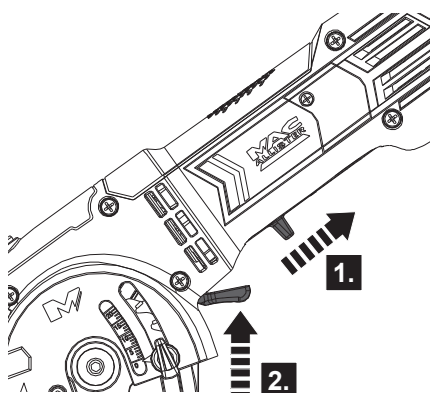

Fig. 8
- > Puxe o interruptor de ligado/desligado (2) e espere até que a lâmina de serra atinja a velocidade máxima (Fig. 8, passo 1).
- > Pressione o interruptor de bloqueio de segurança (3) para desbloquear a proteção e empurre lentamente a ferramenta para a frente através da peça de trabalho firmemente segura (Fig. 8).
- > Para desligar a ferramenta elétrica, solte o interruptor de ligado/desligado (2).